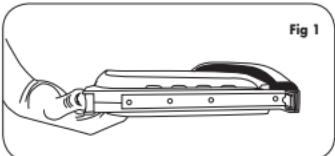

Fig 1
2. La T50DCD™ tiene alimentador de grapas de carga inferior. Invierta la herramienta y apriete el montaje de empuje (**Fig 1**).
1. Conecte el cargador a la parte posterior de la herramienta (**Fig 1**).